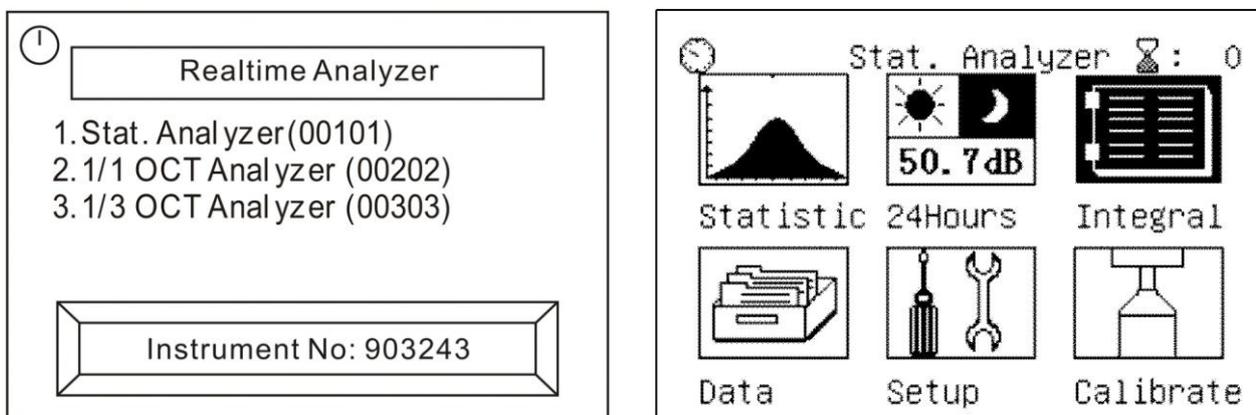

Fig. 10: Videate iniziali analisi statistica
1. Accendere lo strumento premendo il tasto . La videata di selezione del tipo di analisi è mostrata a display per circa 5s (vedere Fig. 10)